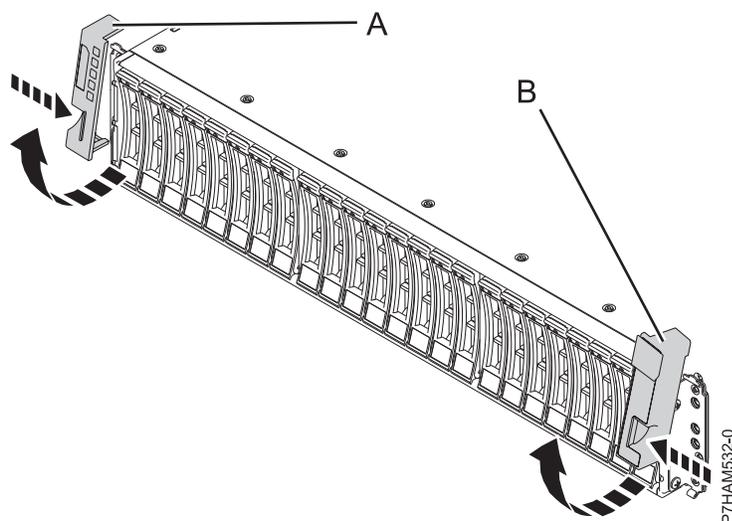

Figura 1. Remover as tampas laterais
3. Na parte anterior do bastidor, remova a tampa do lado esquerdo (**A**) e a do lado direito (**B**) para mostrar os suportes de instalação. Aperte o trinco para rodar a tampa para cima e para a retirar do bordo da caixa, tal como é demonstrado em Figura 1.